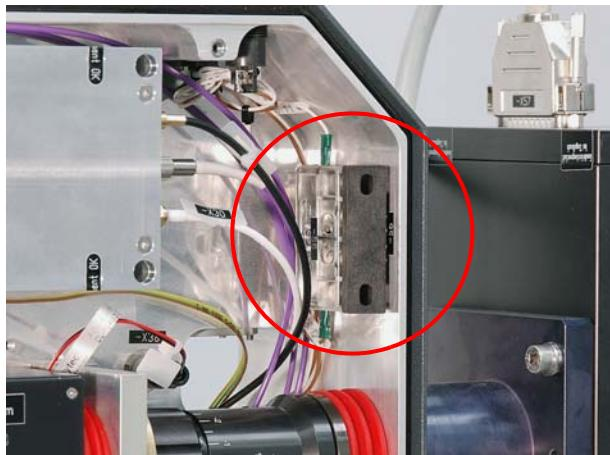

Abbildung 6.19 Interlockschalter überbrückt
2. Interlockschalter (Abbildung 6.19) brücken.